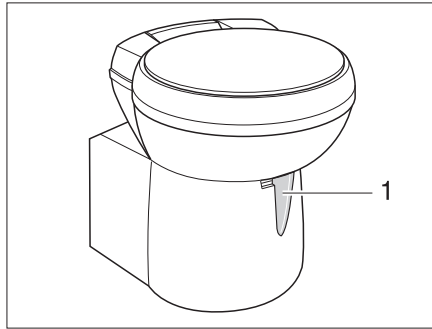

Bild 150 Thetford-Toilettenschüssel, schwenkbar
- Vor dem Spülen den Schieber der Thetford-Toilette öffnen. Dazu den Schieberhebel (Bild 150,1) entgegen dem Uhrzeigersinn schieben.